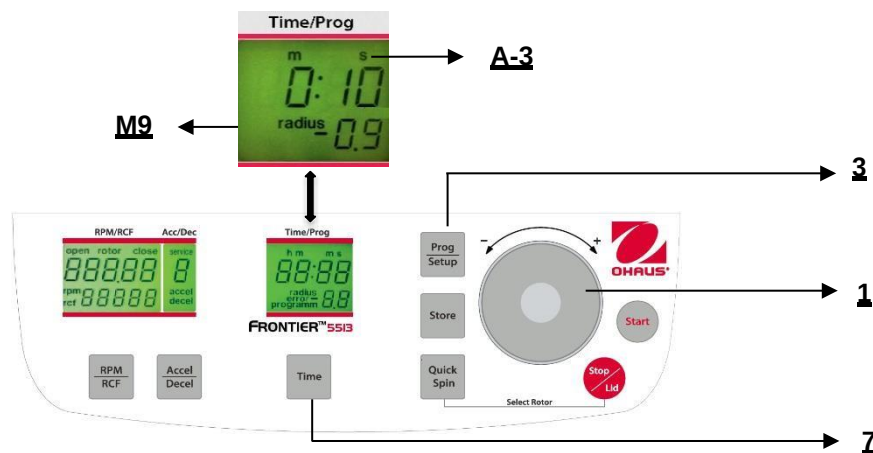

Abbildung. 18
Diese Funktion wird durch die Taste **"Accel/Decel"** (6) aktiviert (siehe Abbildung 18).